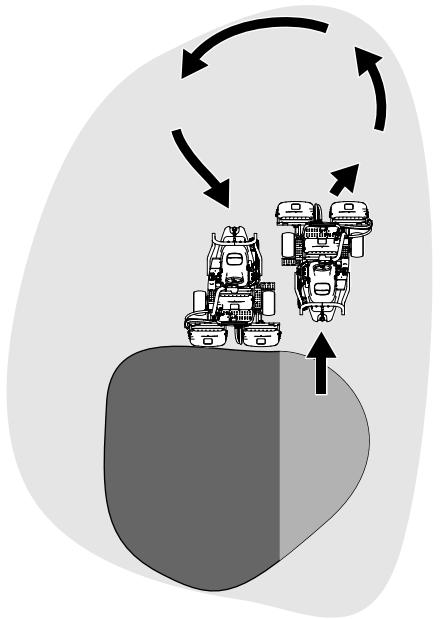

Bild 24
6. Verkürzen Sie die Betriebszeit und vereinfachen Sie das Ausrichten für den nächsten Durchgang, indem Sie die Maschine vorübergehend in die entgegengesetzte Richtung und dann in die Richtung des ungemähten Teils drehen. Führen Sie eine tränenförmige Wende durch (Bild 24), um die Maschine schnell für den nächsten Durchgang auszurichten.